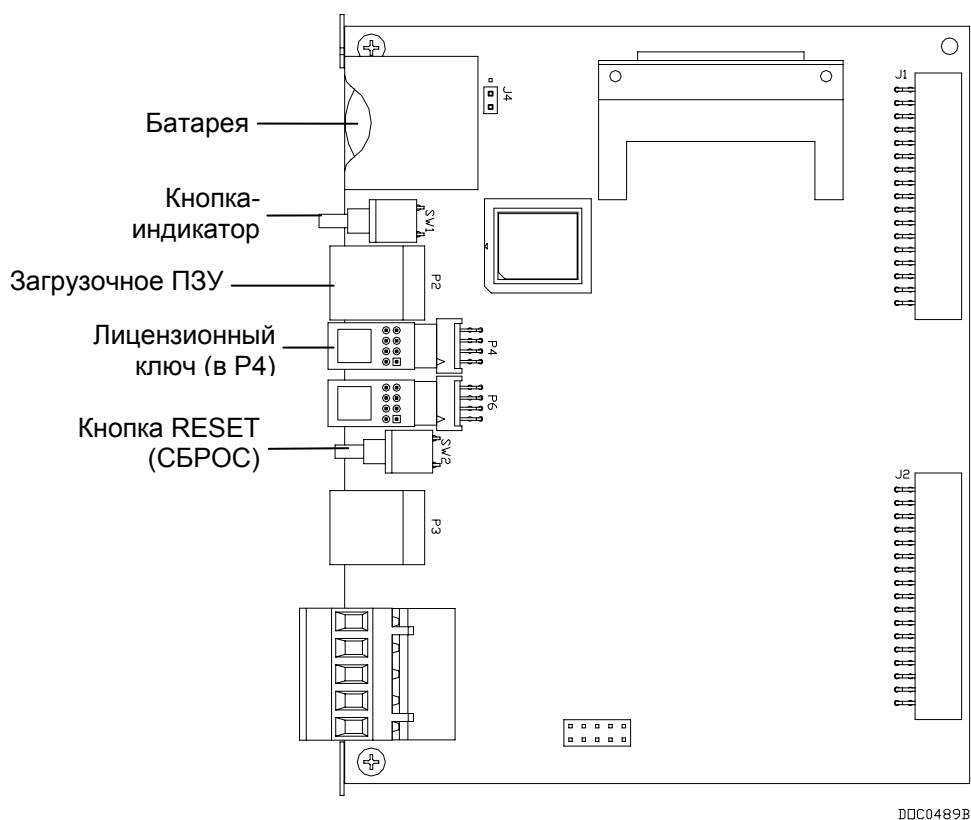

Рис. 3-6. Разъемы ЦП
6. Вставьте лицензионный ключ в соответствующее гнездо (P4 или P6) ЦП (см. рис. 3-6).